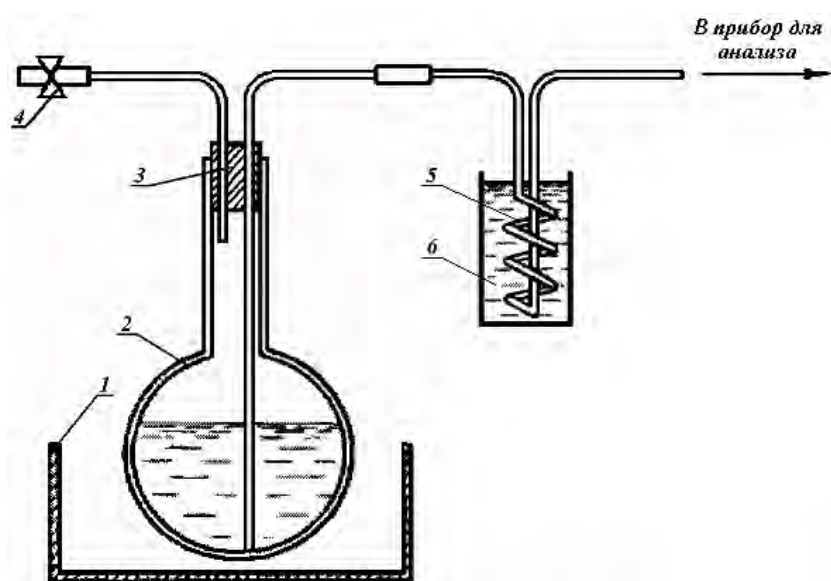

Рис.1. Установка для отбора жидкого кислорода
2. *Качественная реакция.* 250 мл кислорода медицинского жидкого заливают в колбу установки для отбора жидкого кислорода (рис.1). Колба помещена в ящик со шлаковой ватой, охлаждённой жидким кислородом. Колбу закрывают пробкой с двумя отводными трубками. К короткой трубке с зажимом присоединяют через редуктор баллон с азотом газообразным. При открытом зажиме к длинной трубке присоединяют изготовленный из трубы МЗ-М-3×0,5 длиной 500 мм змеевиковый испаритель (рис.2), который погружён в сосуд с водой, нагретой до 50–60 °С. Прикрывая зажим, регулируют скорость поступления кислорода медицинского жидкого в испаритель.